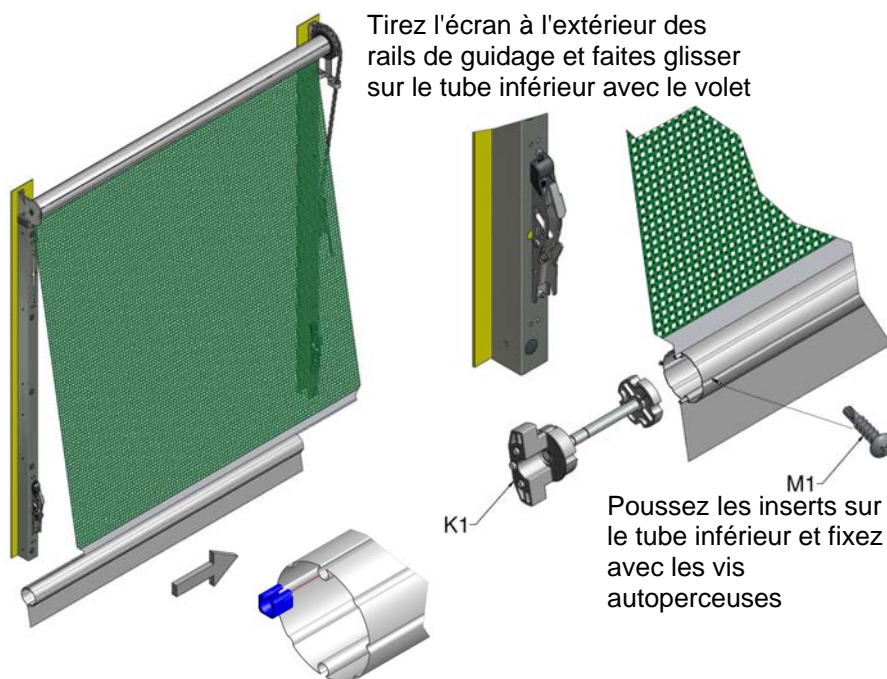
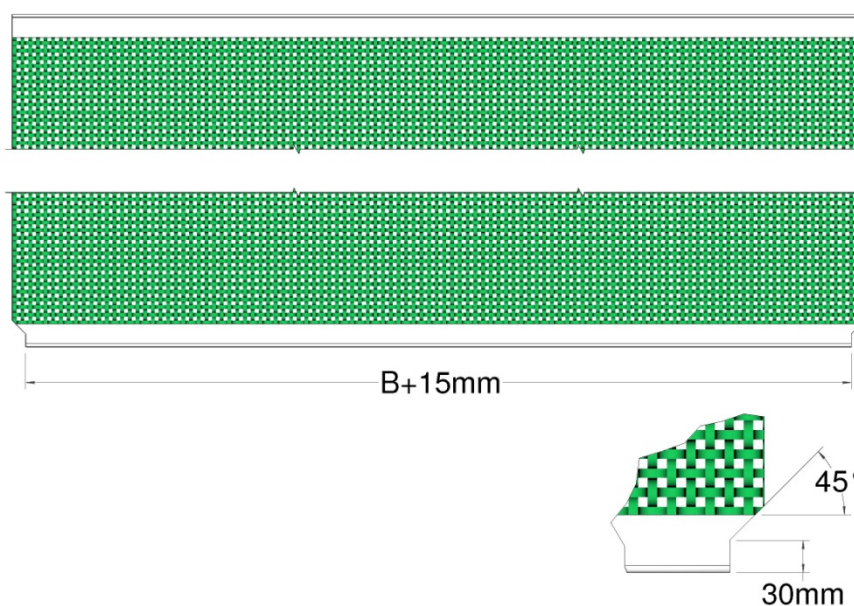

Figure 14a, Fixer le tube inférieur
Figure 14b, Gabarit de découpe
13. Détachez le montage du tube supérieur et abaissez la porte. Tirez le panneau de tissu à l'extérieur des rails de guidage et faites-le glisser sur le tube inférieur (figure 14a). Centrez et coupez le tissu en excès comme indiqué sur la figure 14b. Enfoncez les inserts (K1) dans le tube et installez en utilisant les vis auto-perceuses M4x19mm fournies (M1).